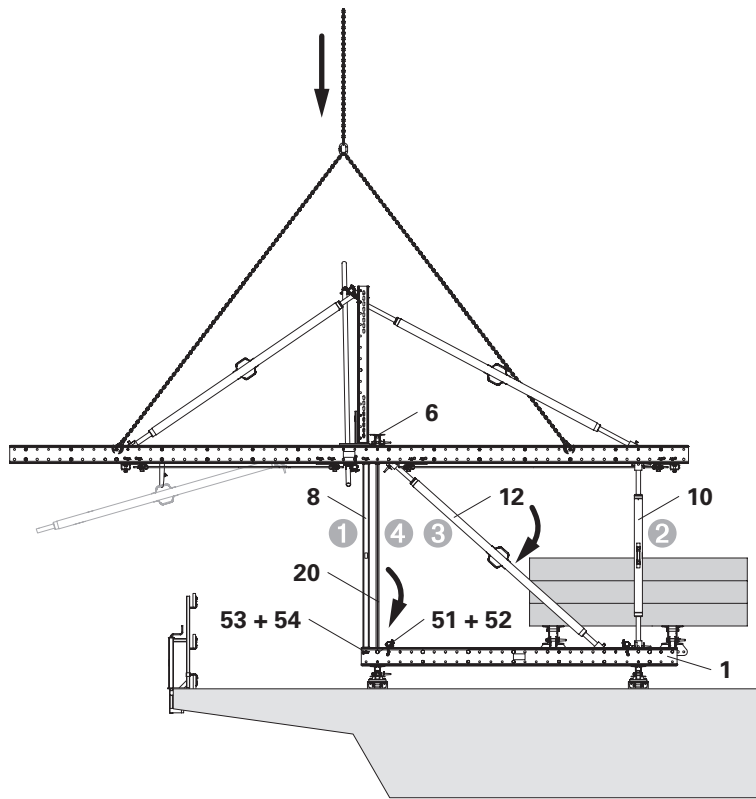

Fig. C2.05
7. Staccare i ganci della gru dal braccio. (Fig. C2.05)